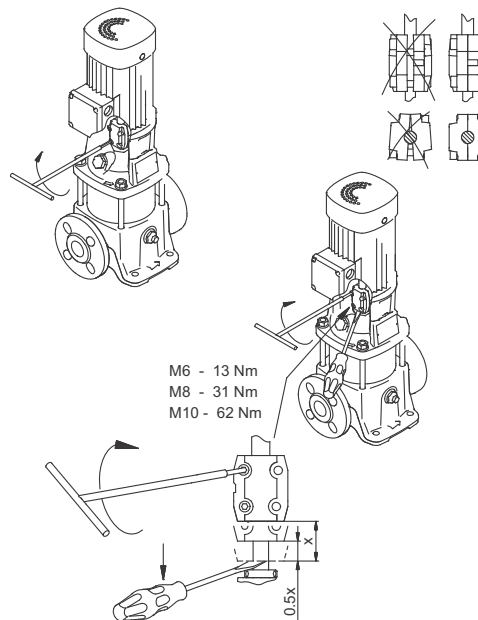

Fig. 17 Réglage accouplement CRT 2, 4, 8, et 16
3. En utilisant un grand tournevis, soulever l'arbre de pompe en plaçant la pointe du tournevis sous l'accouplement et en soulevant avec précautions l'accouplement à son point le plus élevé. Voir fig. 17.